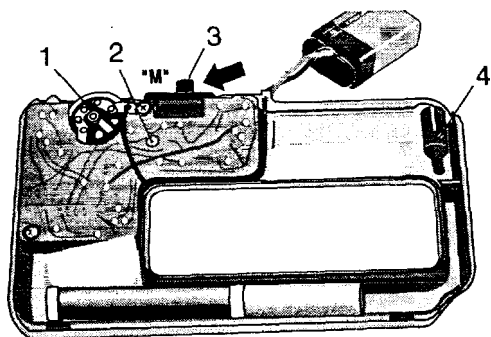

Fig. 3
2. Wahlschalter 3 (Fig. 3) in Stellung „M“ schalten.
3. Stellrad (1) ganz gegen Anschlag drehen und dann wieder  $\frac{1}{2}$ Stellweg zurück.
4. Mit einem kleinen Schraubendreher (4, im Gehäuse enthalten) den Poti (2) so einstellen, daß die Anzeige gerade angeht.
5. Zur Kontrolle Stellrad (1) minimal zurückdrehen. Die LED muß jetzt erlöschen.